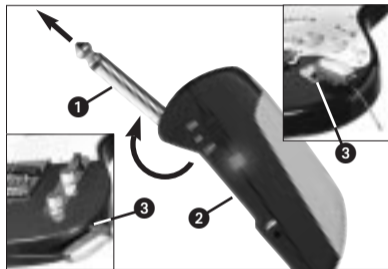

Fig. 3: Fixar o emissor no instrumento
4.1 Fixar o emissor (veja fig. 3)